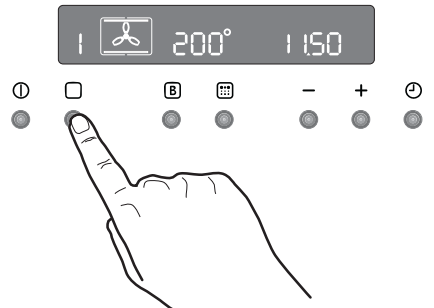

Abb. 5
2. Drücken Sie die Taste  um die gewünschte Funktion auszuwählen. Bei jedem Drücken der Taste  wird ein Funktionssymbol im Display eingeblendet und links vom ausgewählten Funktionssymbol erscheint die entsprechende Funktionsnummer (Abb. 5).